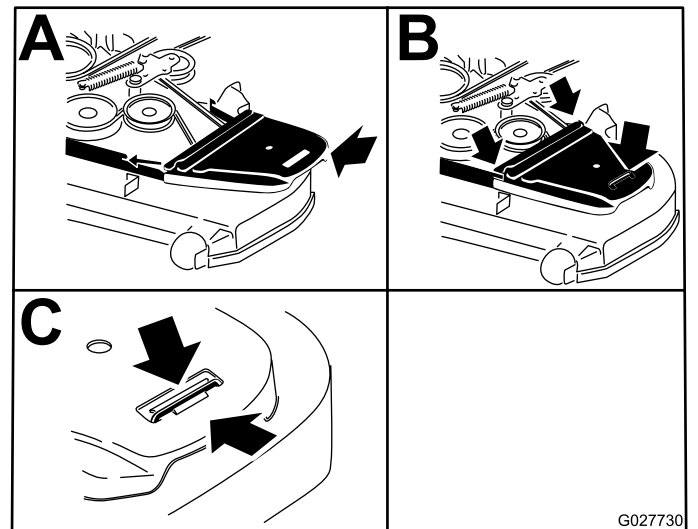

Bild 60
9. Bringen Sie die Riemenabdeckungen wieder an (Bild 60).